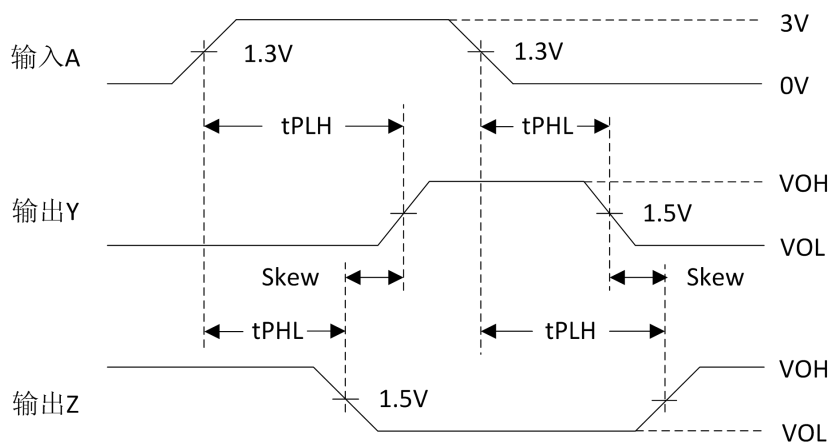

图 2. 传输延时时间和输出斜交时间
(4) 测试传输延时时间和输出斜交时间，需要断开 S1 和 S2，对应的测试波形如图 2。